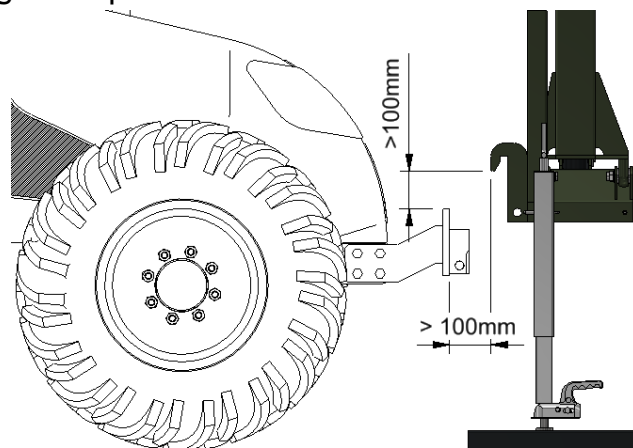
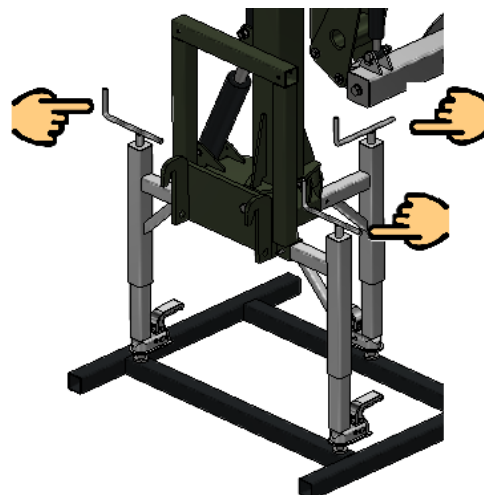
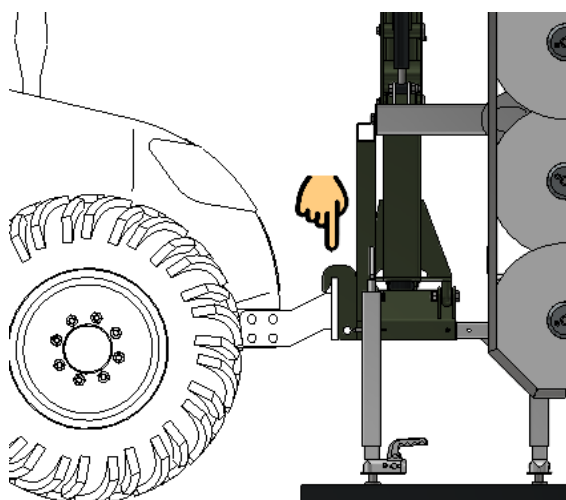

Figura 6.4 – Pré posicionamento para engate
Figura 6.5 – Pré posicionamento para engate
Figura 6.6 – Engate da Podadora
- a) Em solo firme e plano, posicionar a Podadora em frente ao trator, devidamente centrada e apoiada no Cavalete de suporte, e afastada do trator cerca de 100mm (*Figura 6.4*).
- b) Com auxílio das alavancas de regulação em altura do Cavalete (Figura 6.5), ajuste a altura da Podadora até as orelhas de engate ficarem cerca de 100mm a cima da placa de engate rápido do trator (Figura 6.4).
- d) Com auxílio das alavancas de regulação em altura do Cavalete (Figura 6.5), deve agora baixar a Podadora, até as orelhas de engate ficarem totalmente encaixadas na placa de engate rápido do trator (Figura 6.6).